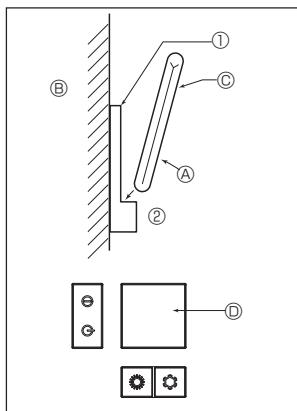

Fig. 7-9
2) Installatiemethode (Fig. 7-9)
- ① Bevestig de houder voor de afstandsbediening op de gewenste plaats door middel van de 2 zelftappende schroeven.
- ② Plaats het onderste gedeelte van de afstandsbediening in de houder.